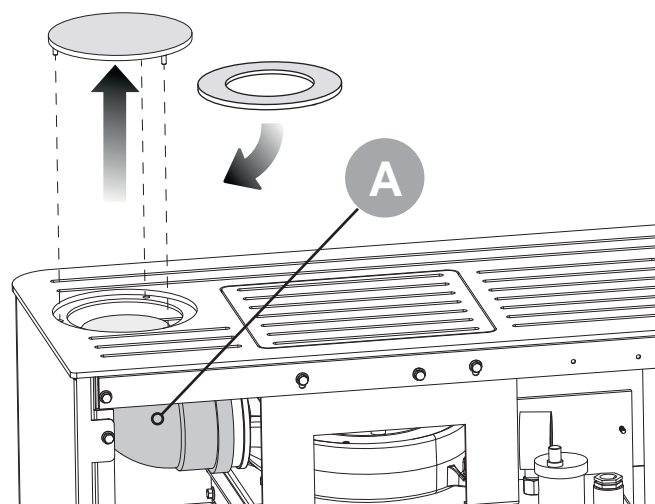

fig. 5.11
5.7.3 Conexión a la salida de humos (fig 5.11)
Es posible conectar la estufa al sistema de humos, posterior o superiormente girando simplemente la curva de salida (fig. 5.11 -A-).